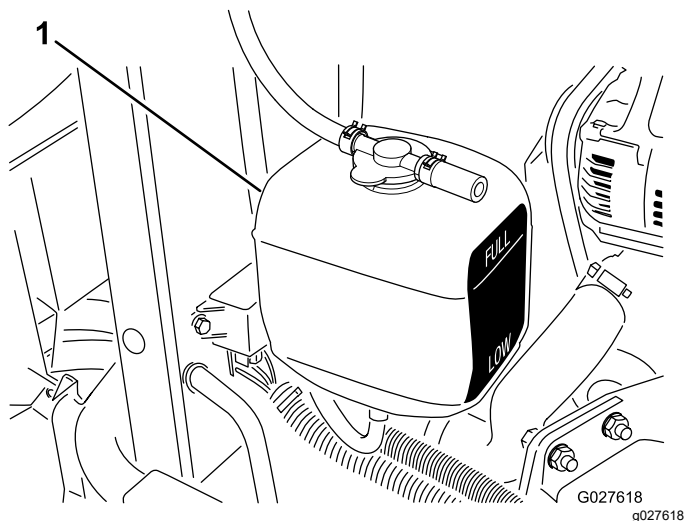

Figura 71
3. Compruebe el nivel de refrigerante del depósito de expansión (Figura 71).